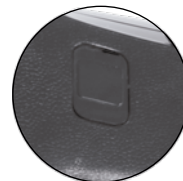

Imagen 19. Líquido de freno delantero.
2. Quitar la tapa ubicada en el lado derecho del manubrio. Ver imagen 19.